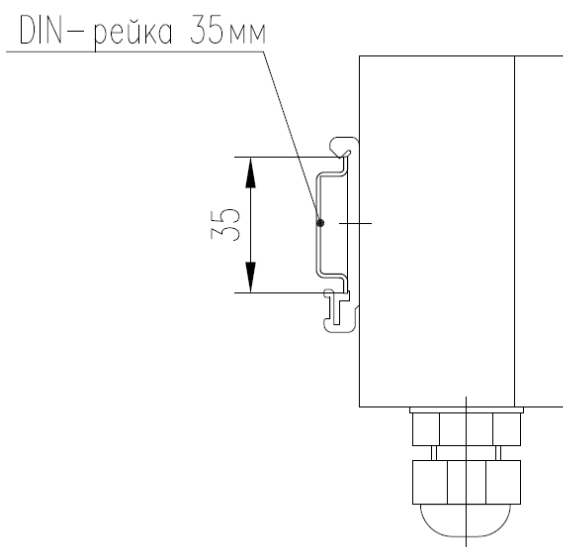

Рис. 8. Монтаж блока питания на DIN-рейку.
2.2.8.2 На рис. 8 показан монтаж БП на DIN-рейку.